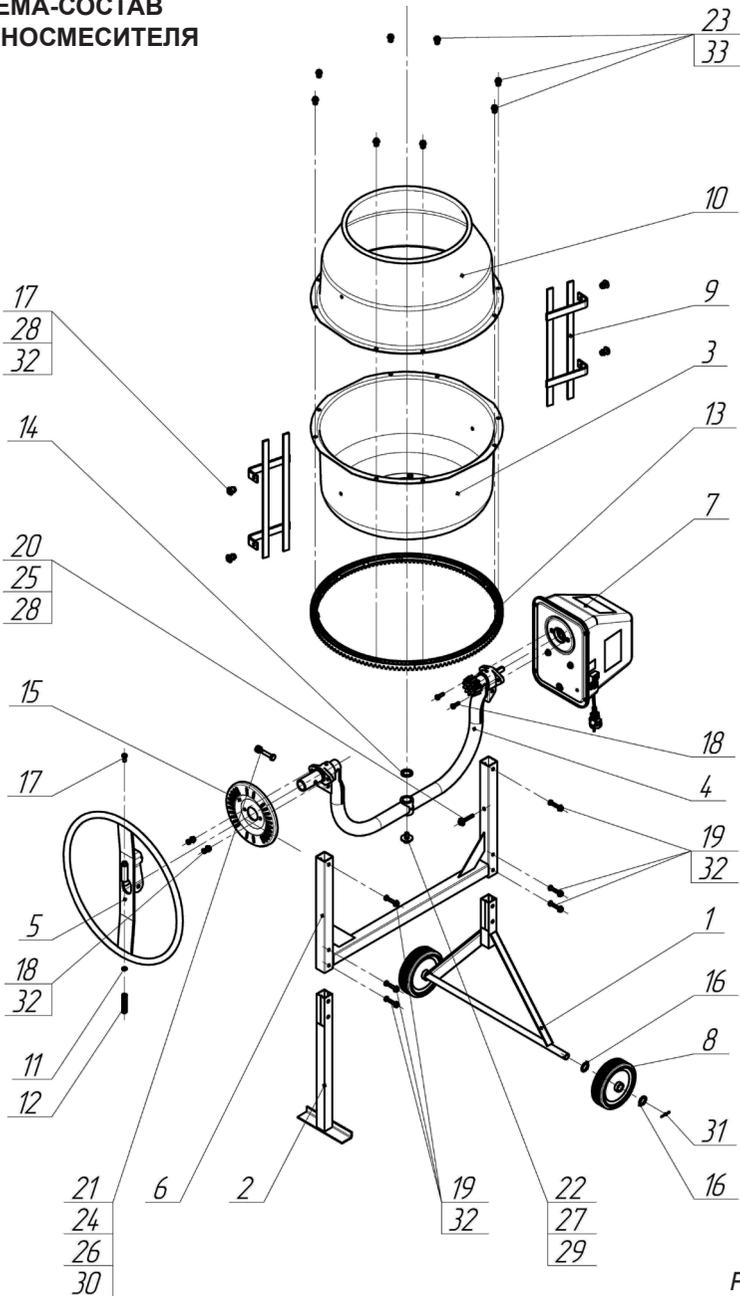

Рис. 2
Основные составные части бетоносмесителя показаны на *рис. 2–5*.
Сборку проводить рекомендуем в следующем порядке (рис. 2):
5.2 Выставить ёмкость бетоносмесителя на выбранный угол диска фиксатора (15) (см. рис. 2). Для этого, преодолевая усилие пружины (12), оттяните поворотное колесо (5) на себя и поверните емкость на необходимый угол.
**СПИСОК ДЕТАЛЕЙ (рис. 2)**